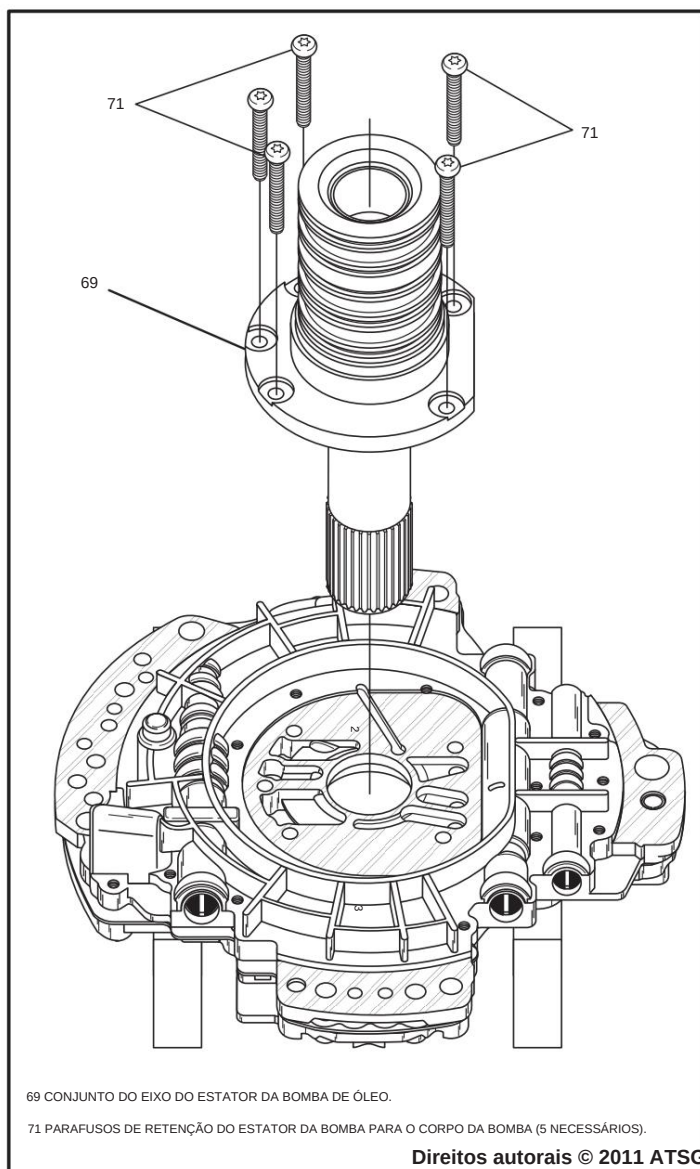

Figura 117
16. Instale o suporte do eixo do estator no conjunto da bomba de óleo apoiado em blocos, conforme mostrado na Figura 117.
17. Instale os cinco parafusos de suporte do estator, conforme mostrado na Figura 117, e aperte com torque de 12 N·m (105 pol.lb.).